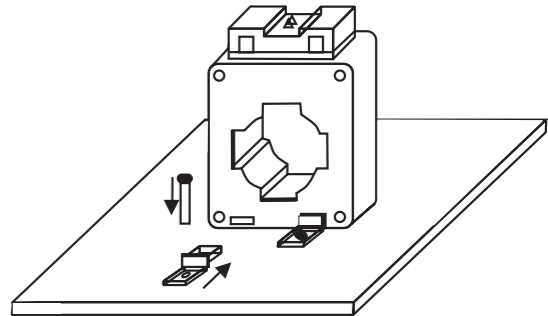

Рисунок 3 — Установка трансформаторов на монтажной панели в щитовом оборудовании при помощи держателей.
- на монтажной панели в щитовом оборудовании при помощи держателей (рис.3);